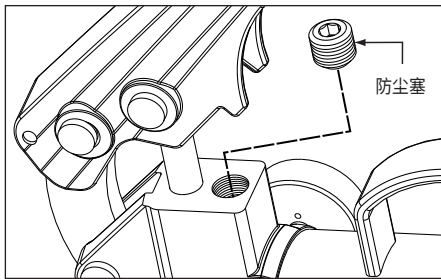

图 12, 溢流阀 (P-18 和 P-39)
2. 仅型号 P-84：在泵的油口“A”安装一个 0-1000 bar [0-15,000 psi] 压力表。在泵的油口“B”安装一个堵头。把控制阀手柄移动到位置 (A)。
• 在型号 P-18 和 P-39 上，溢流阀位于泵头的顶部。见图 12。